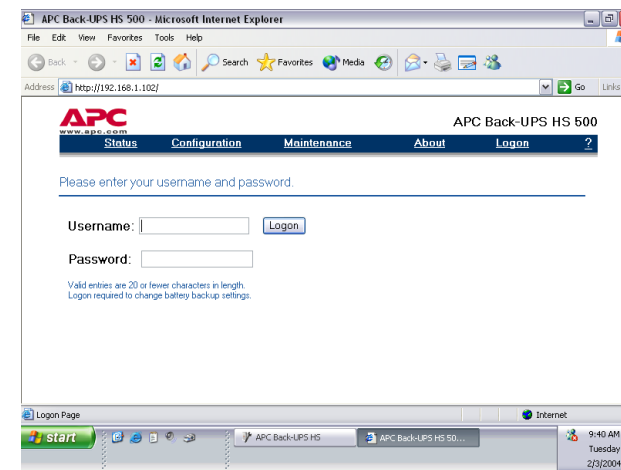

Abbildung 14. Anmeldebildschirm
Auf der **Logon-Seite** geben Sie den Standard-Username „**apc**“ und das Standard-Passwort „**apc**“ ein. Um den Username oder das Passwort zu ändern, melden Sie sich an und klicken Sie dann auf **Maintenance** (Abbildung 14).
15. Auf der **Configuration Page** (Abbildung 14) können Sie die Überspannungsempfindlichkeit (**Sensitivity**) der Back-UPS einstellen. Dieser Schwellenwert für die Netzstromqualität bestimmt, wann die Back-UPS auf Akkustrom umschaltet. Die drei möglichen Einstellungen für **Sensitivity** sind: